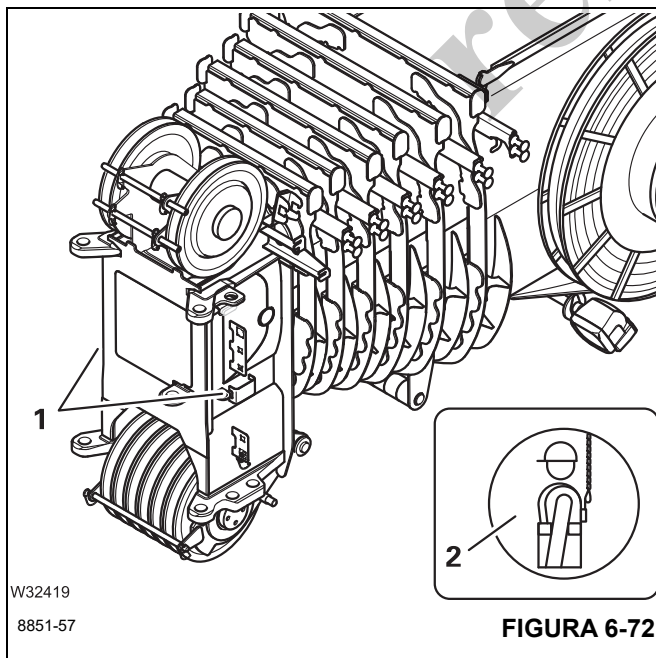

FIGURA 6-72
Los puntos de fijación de eslinga aprobados para el equipo de protección personal están marcados con etiquetas especiales (2), (Figura 6-72).
Para el trabajo de aparejo en la pluma principal, asegúrese siempre usando los puntos de fijación de eslinga (1), (Figura 6-72), y su arnés de seguridad personal.